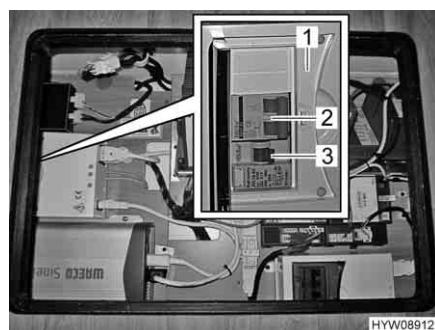

Fig. 114 Scatola dei fusibili supplementare
- Se il veicolo è collegato all'alimentazione a 230 V, premere il tasto di controllo sull'interruttore di sicurezza per correnti di guasto (Fig. 114,3). L'interruttore di sicurezza per correnti di guasto (FI) deve scattare.